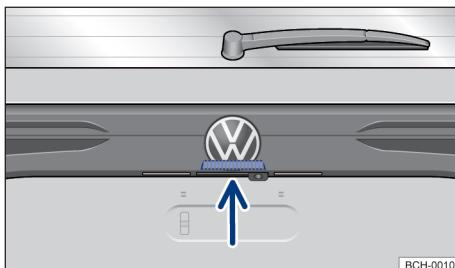

Fig. 58 Na tampa traseira: botão para abrir a tampa traseira.
- Para abrir a tampa traseira pressionar o botão → Fig. 58 e erguer a tampa traseira.